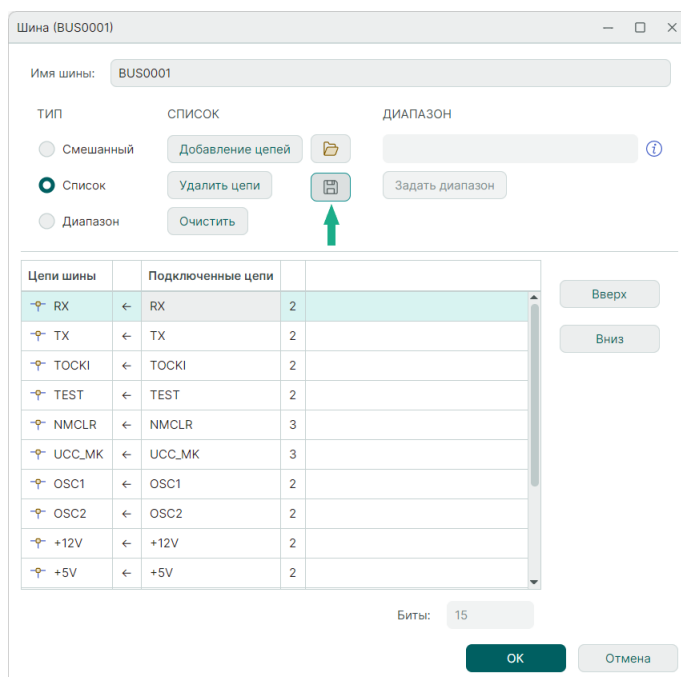

Рис. 199 Экспорт списка цепей шины
4) В поле «Список» нажмите на символ , см. Рис. 199. Список цепей шины будет сохранен в текстовый файл полностью.